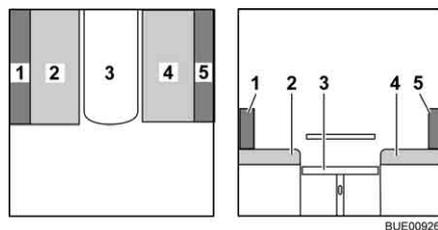

Fig. 96 Durante la transformación
- Quitar el cojín del respaldo (Fig. 96,5) y ponerlo a un lado.
- Tirar del cojín del asiento (Fig. 96,2) hacia el centro.